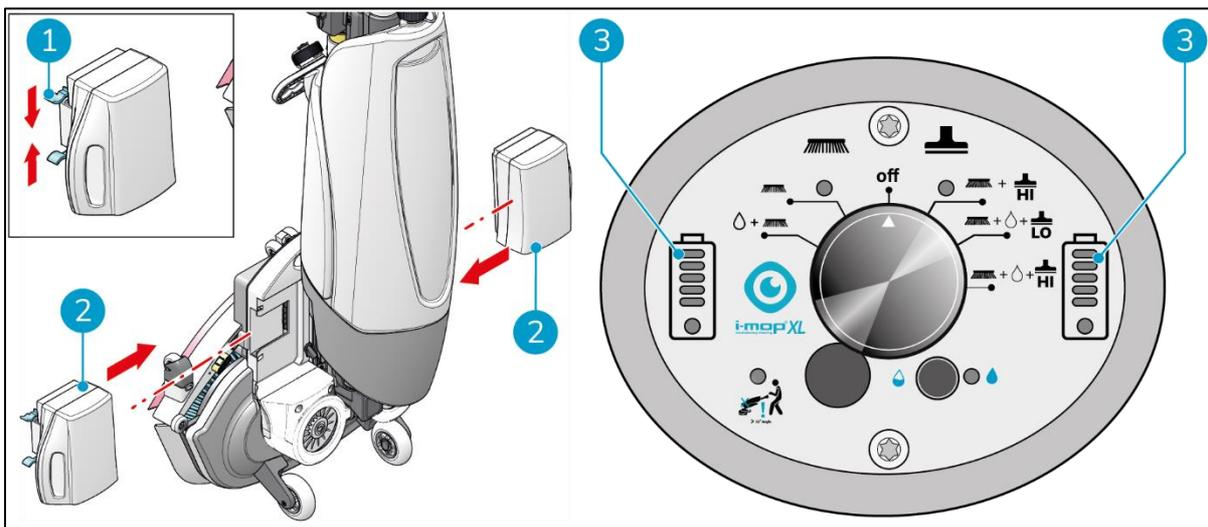

Abbildung 17
1. Drücken Sie die blau kodierte Batterie (Abbildung 17, Pos. 2) in den blauen Batterieschacht. Ein Klicken zeigt an, dass die Batterie eingerastet ist (Abbildung 17, Pos. 1).
3. Während des Betriebs werden die Batterieanzeigen (Abbildung 17, Pos. 3) auf dem Bedienfeld zeigen an, wie viel Energie noch vorhanden ist.